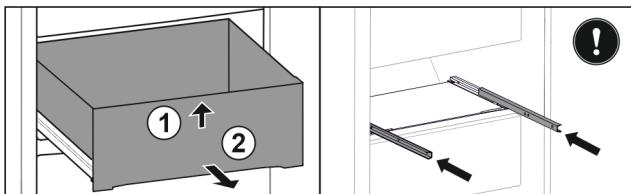

Fig. 98
- ▶ Повдигнете чекмеджето отпред. Fig. 98 (1)
- ▶ Извадете чекмеджето напред. Fig. 98 (2)